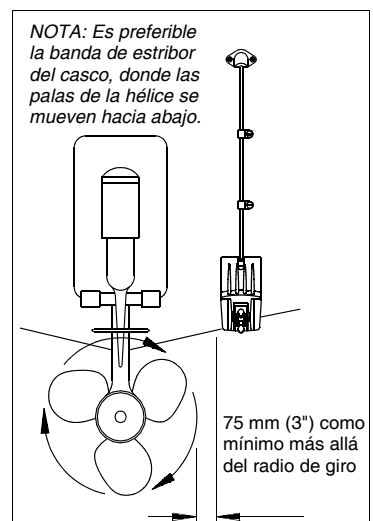

Figura 2. Ubicación para montaje en barcos de un solo motor
- **Barcos de un solo motor**—Montar el transductor como mínimo 75 mm (3") más allá del radio de giro de la hélice (figura 2).